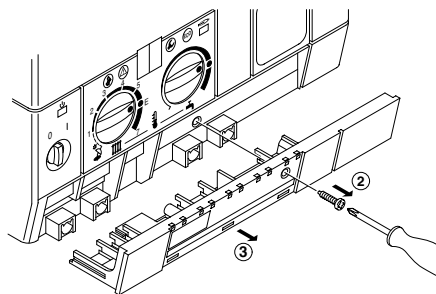
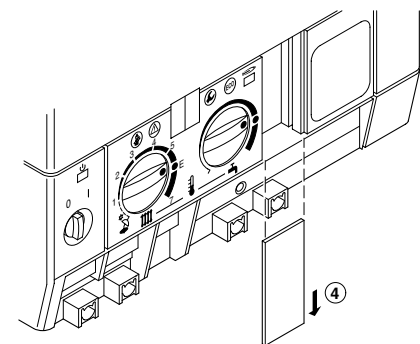

Рис. 6. Вывинтить винт (2) и снять защиту (3)
Рис. 7. Крышку (4) вытащить вниз
- ▶ Защиту (рис. 7) и перекрытие (рис. 6) установить в предназначенных местах.